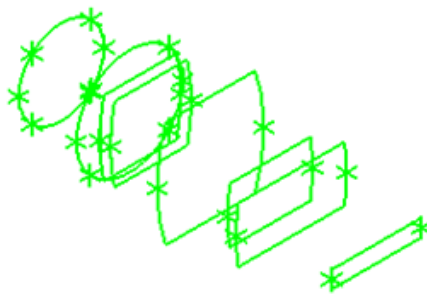

Рис. 11.11. Эскизы
10. В результате получим 8 эскизов, расположенных в различных плоскостях, рис. 11.11.